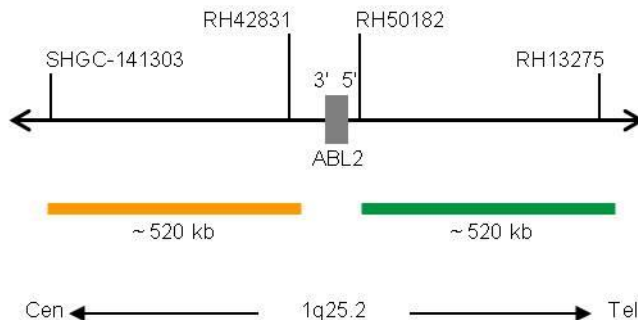

Fig. 1 : Carte de la sonde SPEC ABL2 (pas à l'échelle)
- Polynucléotides marqués au ZyGreen (excitation 503 nm/émission 528 nm) (~10 ng/μl), qui ciblent une séquence de 1q25.2* (chr1:179,141,608-179,659,091) distale de la région des points de rupture de ABL2 (voir figure 1).
- Polynucléotides marqués au ZyOrange (excitation 547 nm/émission 572 nm) (~4,5 ng/μl), qui ciblent une séquence de 1q25.2* (chr1:178,496,704-179,015,312) proximale de la région des points de rupture de ABL2 (voir figure 1).